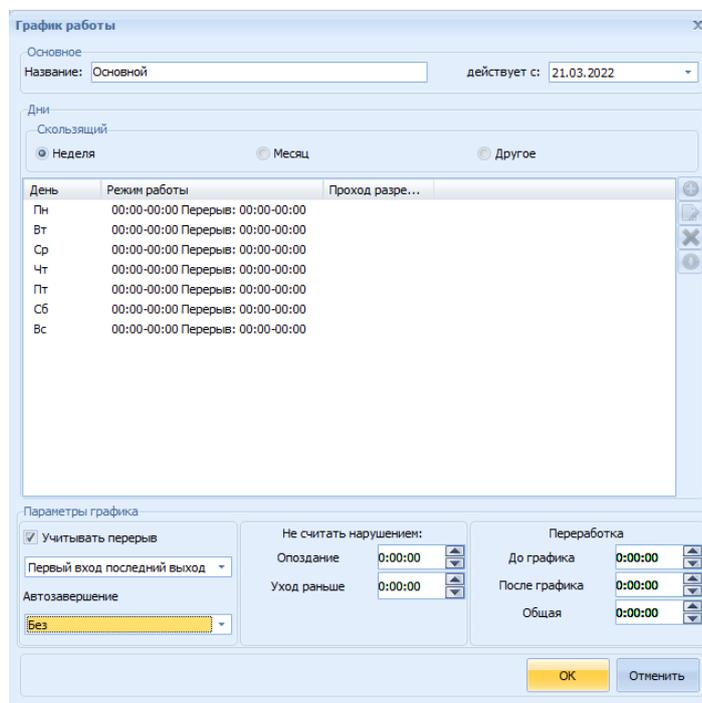

Рисунок 25.17 – Окно Добавления графика работы
3) В открывшемся окне «График работы» заполнить предложенные поля (рисунок 25.17):